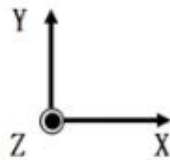

图 2 光纤惯导坐标系
如图 2 所示，光纤惯导使用东 (X) 北 (Y) 天 (Z) 坐标系：